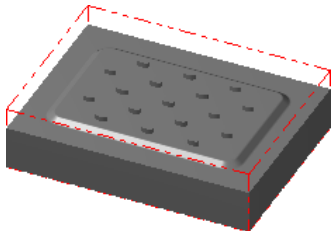

图 25.3 显示工件
Step4. 单击“机器群组属性”对话框中的按钮，完成工件的设置。此时零件如图 25.3 所示，从图中可以观察到零件的边缘多了红色的双点画线，双点画线围成的图形即为工件。